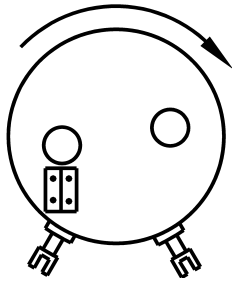

Bild 5
- Jumper "vertikal"plaziert für Drehsinn im Uhrzeigersinn. (siehe Bild 5)